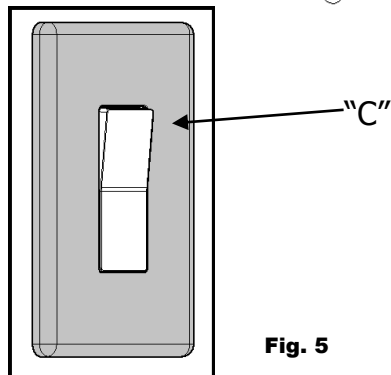

Fig. 5
- 7. Snap on the wall plate "C". (Fig. 5).
- 7. Emboîter la plaque murale "C". (Fig. 5).
- 7. Encaje a presión la placa "C". (Fig. 5).